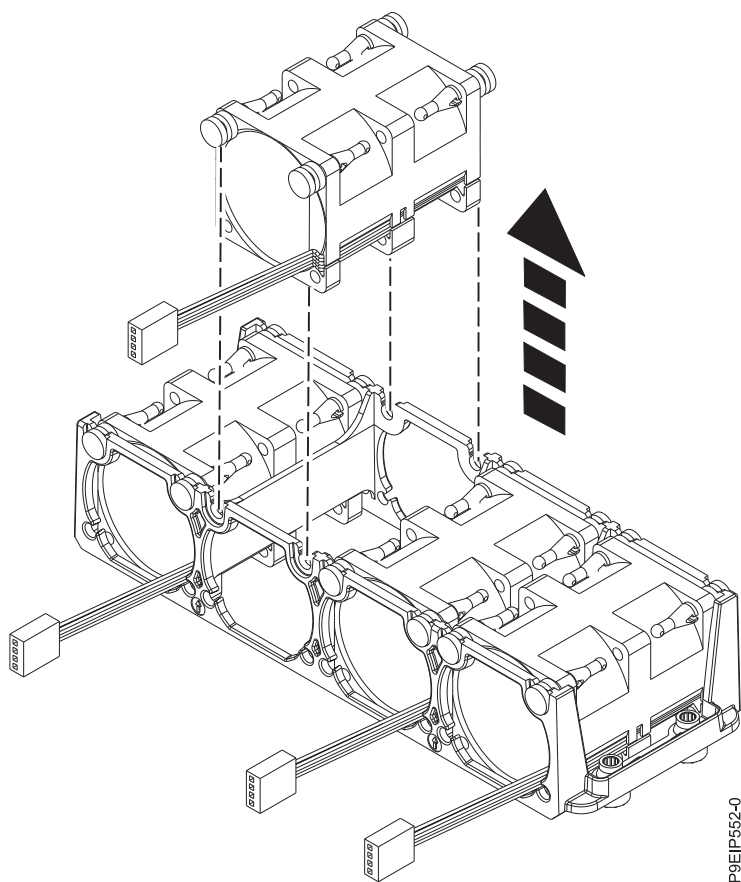

Figure 14. Retrait d'un ventilateur
3. Poussez le ventilateur vers le haut hors du support, comme indiqué dans la figure 14, à la page 20.